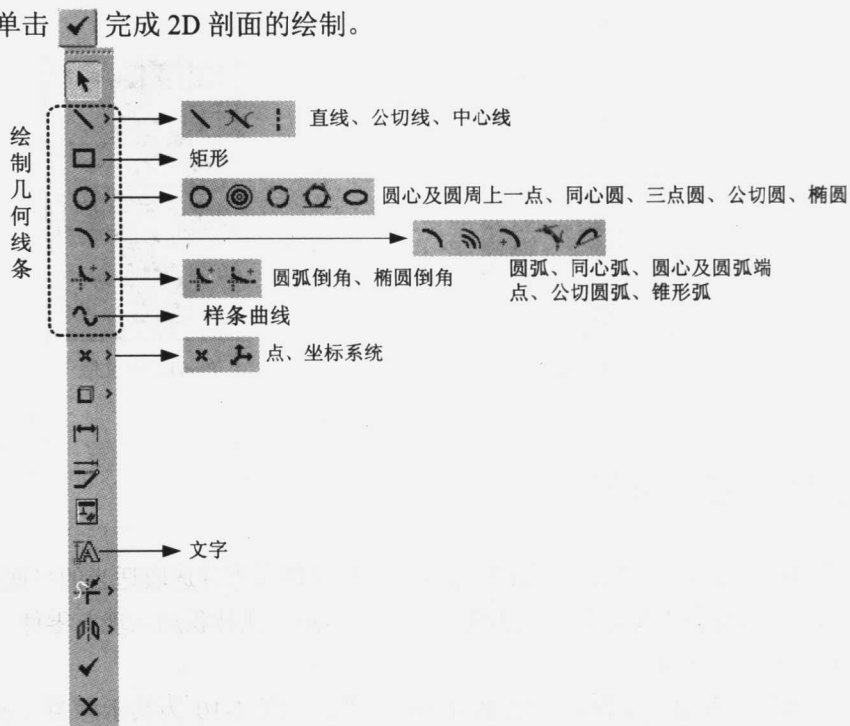
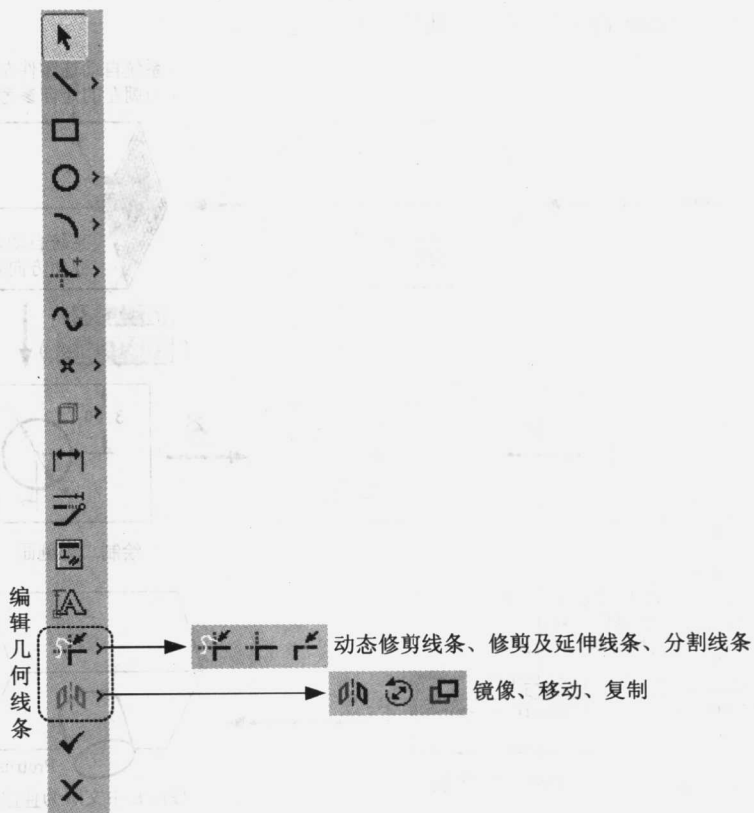

图 1-7
图 1-8
1. 画线条：图 1-7 所示为画各种线条的图标，线条画完后，可单击图 1-8 所示的图标，对线条进行修剪、镜像、移动、复制等工作。